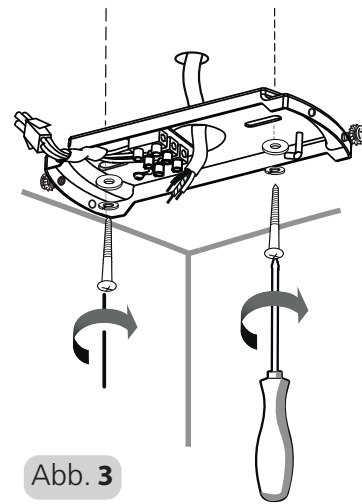

Abb. 3
4. MONTAGE DER AUFHÄNGEHALTERUNG: Suchen und markieren Sie die Mitte des Balkens. Führen Sie die Kabel für die Stromversorgung durch das Loch in der Halterung und befestigen Sie die Halterung mit den Unterlegscheiben, Federscheiben und Holzschrauben am Deckenbalken. Siehe Abb. 3
4. INSTALLING THE HANGING BRACKET: Locate and mark the center of the joist. Pass the supply wires throught the hole in the bracket. Secure the bracket to the ceiling joist by using the flat washers, spring washers and wood screws. Refer to Fig. 3
4. INSTALLATION DU SUPPORT DE SUSPENSION : Repérez et marquez le centre de la solive. Passez les câbles d'alimentation à travers le trou du support. Fixez le support à la solive de plafond à l'aide des rondelles plates, des rondelles élastiques et des vis en bois. Voir Figure 3.
9. **MONTAGE VAN DE OPHANGBEUGEL:** Bepaal en markeer het midden van de draagbalk en leid de voedingsdraden door het gat in de beugel. Zet de beugel vast aan de plafondbalk met behulp van de vlakke sluitringen, de veerringen en de houtschroeven. Zie Fig. 3
4. **INSTALAÇÃO DO SUPORTE DE SUSPENSÃO:** Localize e marque o centro da viga. Passe os fios de alimentação pelo furo no suporte. Prenda o suporte à viga do teto utilizando as anilhas planas, anilhas de mola e parafusos de madeira. Consulte a Fig. 3